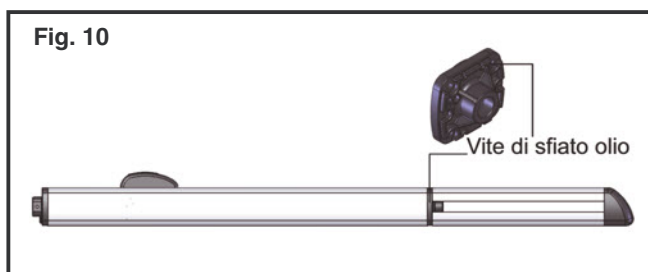

Fig. 10
D) Sbloccare l'attuatore oleodinamico PH; (fig. 10)
F) Ribloccare l'attuatore PH; (fig. 10)
- **rimuovere la vite di sfiato (fig. 10).**